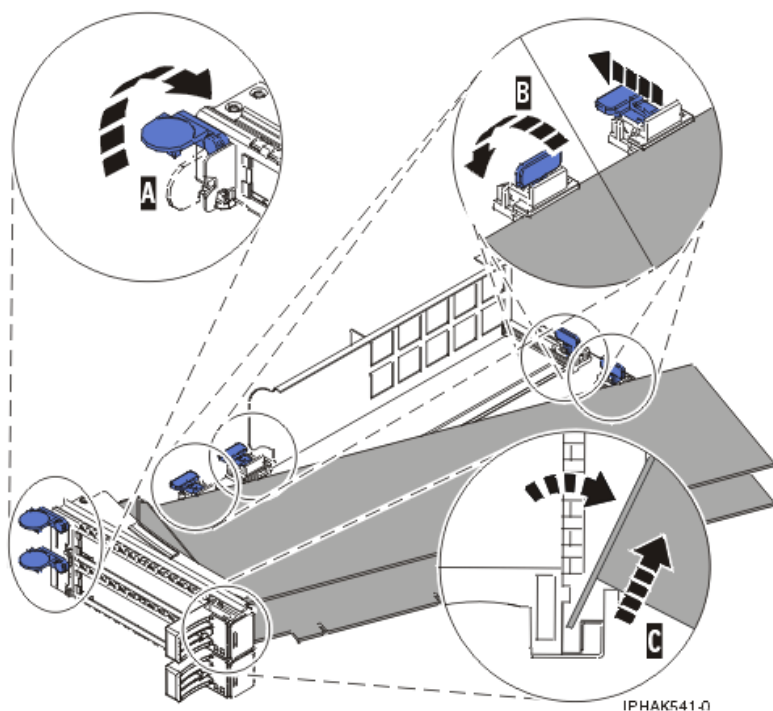

Figura 45. Adaptador que s'ha tret del casset d'adaptadors PCI
- a. Obriu les peces de retenció de l'adaptador fent girar el clip de retenció **A** fins que estigui en posició horitzontal. Consulteu Figura 45 a la pàgina 65.